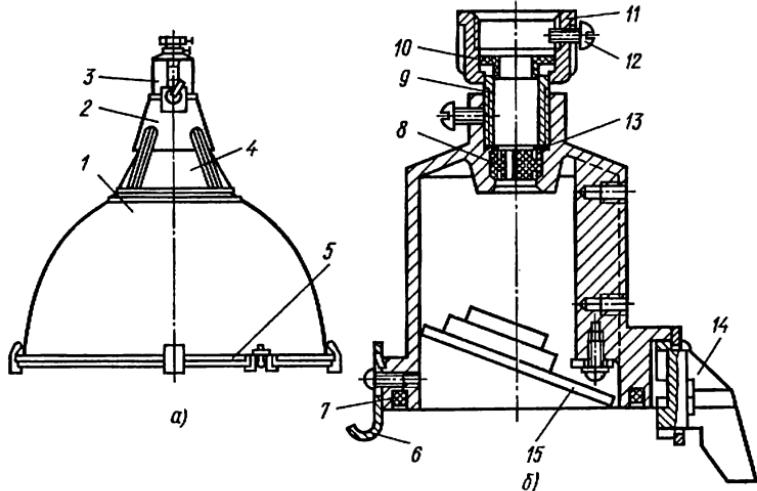

Рис. 61. Светильник РСП-12 с лампой ДРЛ:
**Светильник РСП-12 с лампой ДРЛ** (рис. 61) состоит из отражателя 1, корпуса 2, узла подвеса 3 и рассеивателя 4. Низ светильника закрыт защитным стеклом 5.